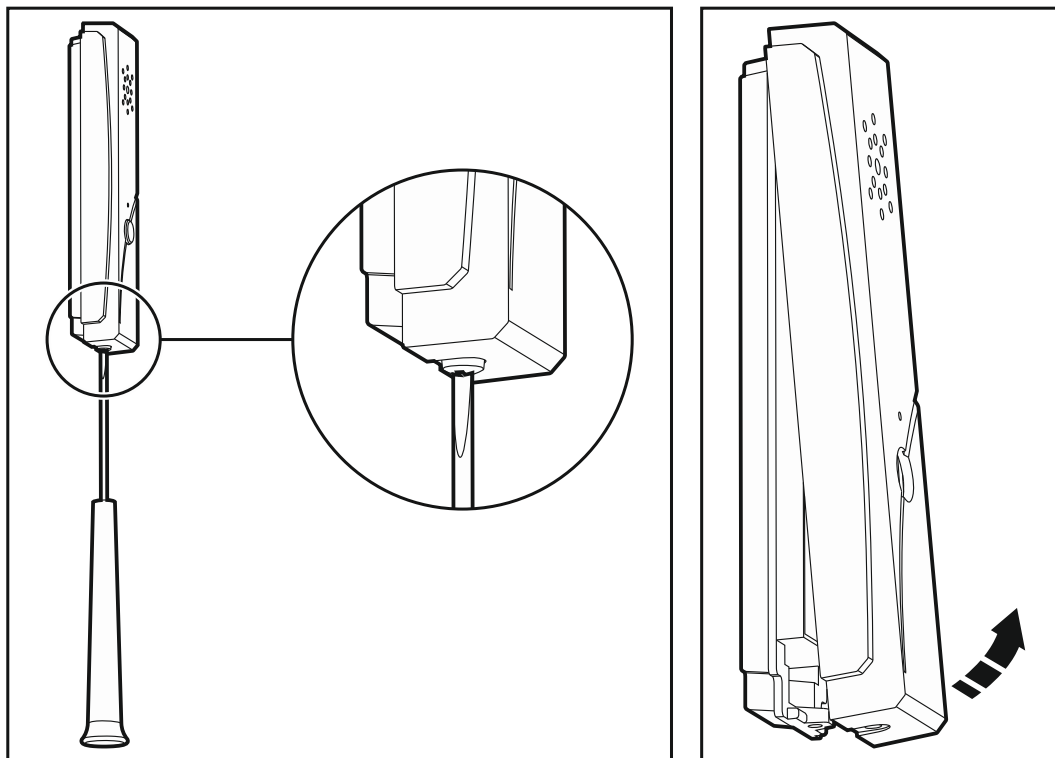

Fig. 20. Openen van de INT-AVT module behuizing.
1. Verwijder de schroef en open voorzichtig de behuizing (zie Fig. 20). De behuizing zal nog steeds verbonden zijn met de basis d.m.v. de speaker draden.